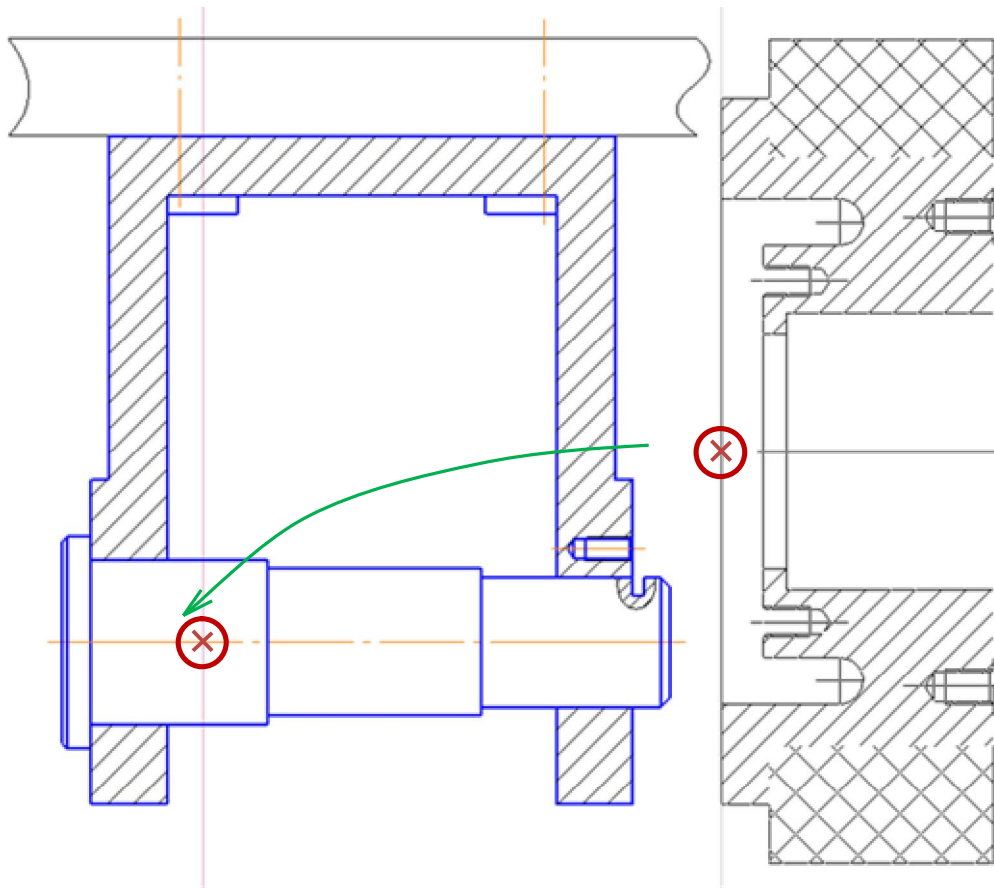

Рис. 4.12. Установка колеса на ось
- Выберите команду «Копировать»  на стандартной панели. Укажите базовую точку, как показано на рис. 4.12.